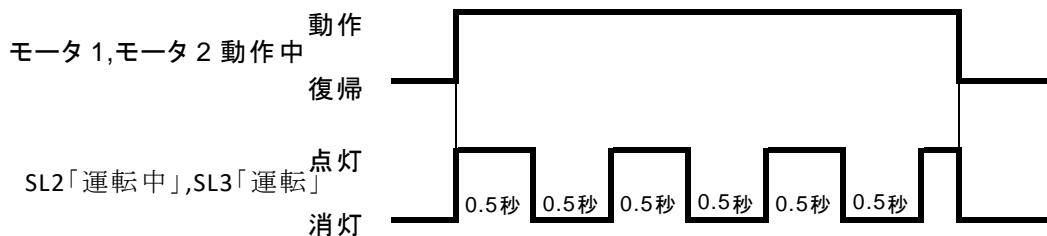

図4 モータ 1, モータ 2 動作中における SL2「運転中」, SL3「運転」の ON/OFF タイムチャート
- ④ モータ 1 が正回転中、“手動 OFF”を押すと、“加湿用送風機ファン用タイマ”で指定された秒数経過後、モータ 1 は停止する。
- ① 手動運転中に COS「自動」に切り替わった時の条件を以下に示す。
- ② 「LS1」が ON のとき、モータ 2 は回転しない。
- ③ 「LS2」が ON のとき、モータ 1 は回転しない。
- ④ モータ 1 が正回転中、指定速度の変更は可能とする。
- ⑤ モータ 2 回転中、“ポンプ選択中”が OFF するとモータ 2 は直ちに停止する。
- ⑥ モータ 1 回転中、“ファン選択中”が OFF するとモータ 1 は直ちに停止する。
- ⑦ 手動運転中の SL の表示を以下に示す。
- ・モータ回転中は、図4に示すように SL2「運転中」,SL3「運転」が 0.5 秒間隔で点滅する。
- ⑧ 異常検出中の条件を以下に示す。